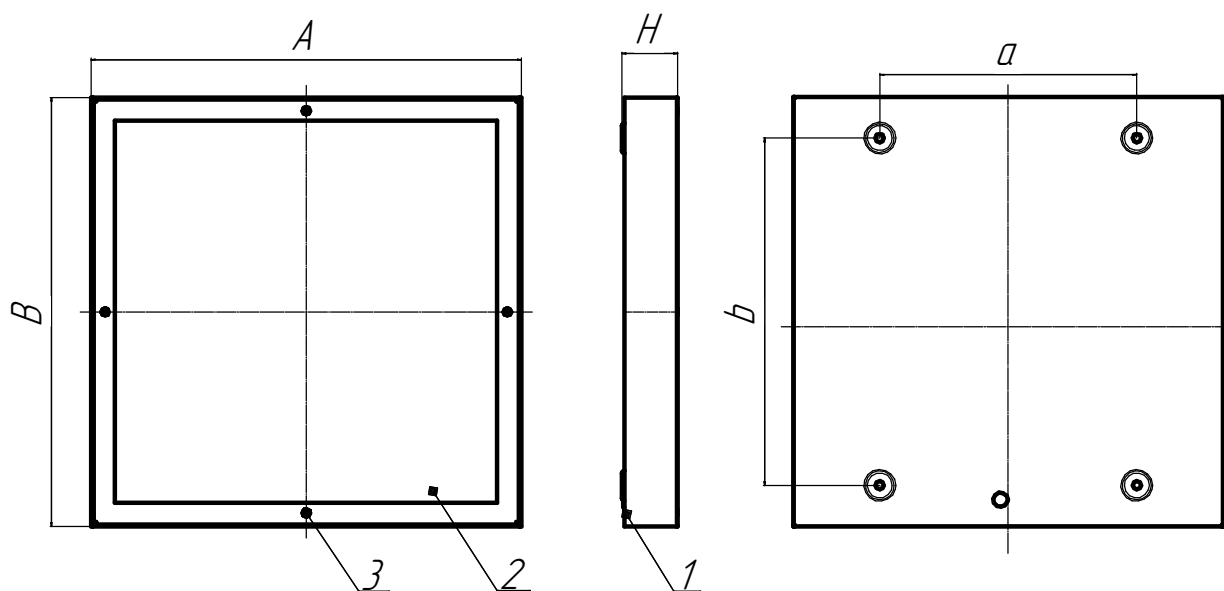

Рисунок 1 - Светильник ДПО15 ЕМ
5.3 Снимите обечайку в сборе (поз.2) рисунок 1, предварительно открутив 4 винта (поз.3).
5.9 Установите обечайку в сборе (поз.2) рисунок 1, на корпус в сборе (поз.1), предварительно закрутив 4 винта при помощи отвертки (поз.3).